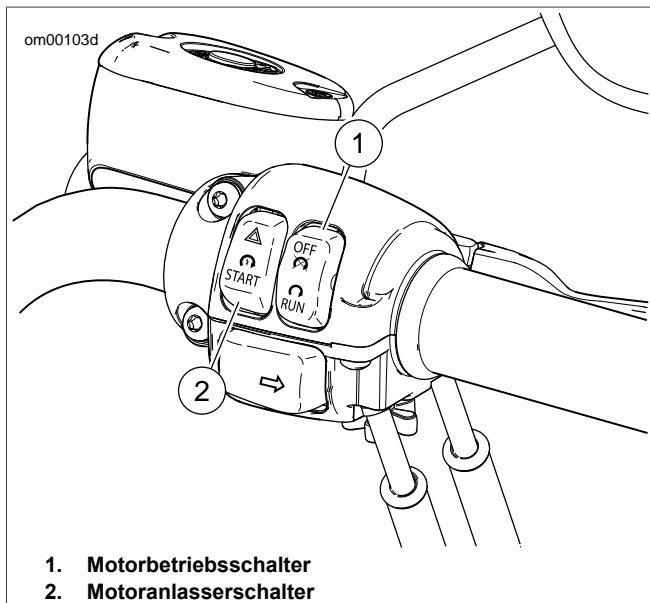

Abbildung 25. Bedienelemente auf der rechten Lenkerseite
2. Siehe Abbildung 25. Den Motorbetriebsschalter EINSCHALTEN.